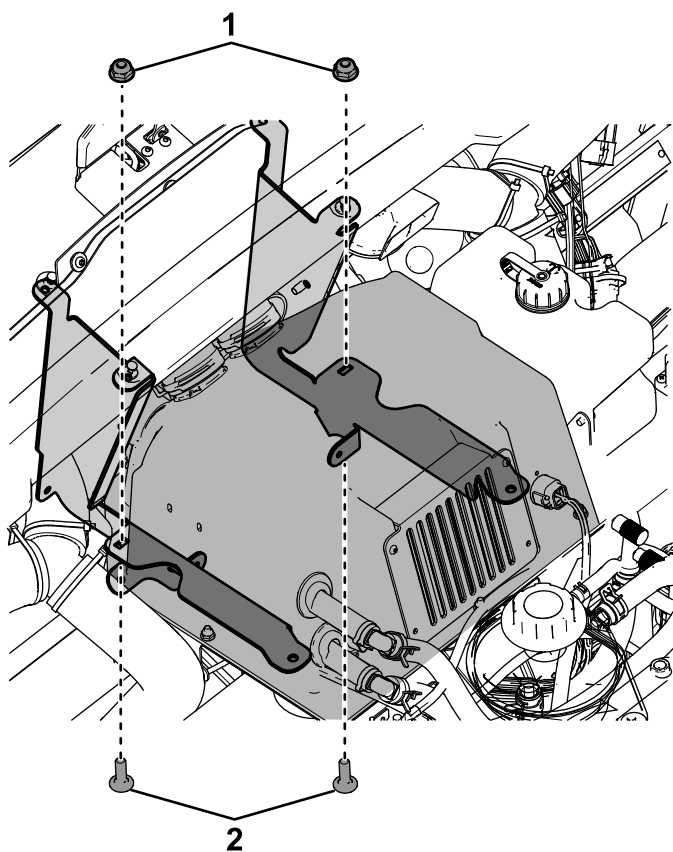

Figura 18
2. Instale a parte de trás do conjunto da caixa do aquecedor nos suportes do painel da máquina com dois parafusos de carroçaria (¼ x ¾ pol.) e duas porcas de bloqueio (¼ pol.); consulte a Figura 18.